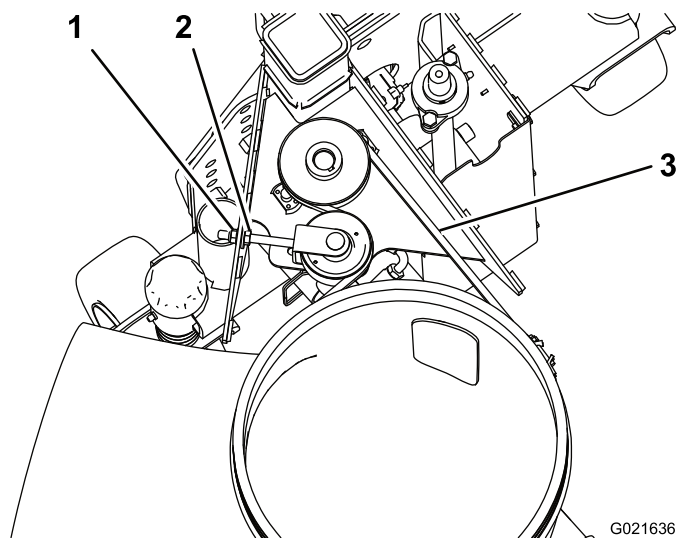

図 27
1. ベルトの一番長いスパンの中央部分を、30 N・m 10 kg の力で押す 図 27。
3. 六角ナットをゆるめてフランジナットを締め付けるとヘッドボルトをベルトの張りがきつくなる 図 27。